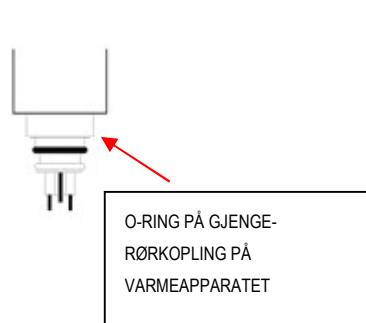

Fig. 2
- Slå av strømmen. Kontroller om O-ringen på gjenge-rørkoplingen på varmeelementet er korrekt lagt inn i rillen og at det ikke har skjedd noen skade eller feil – fig. 2 (bytt den i så fall).